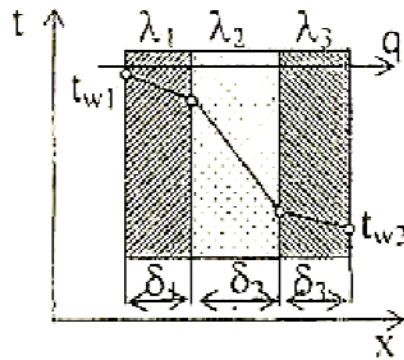

Рис.5.1. Расчетная схема 3-х слойной плоской стенки
Вычислить плотность теплового потока  $q$ , проходящего через 3-х слойную плоскую стенку (рис. 5.1).
1) Находим тепловой поток  $q$ , Вт/м2, через 3-х слойную плоскую стенку (рис.5.1) по формуле: